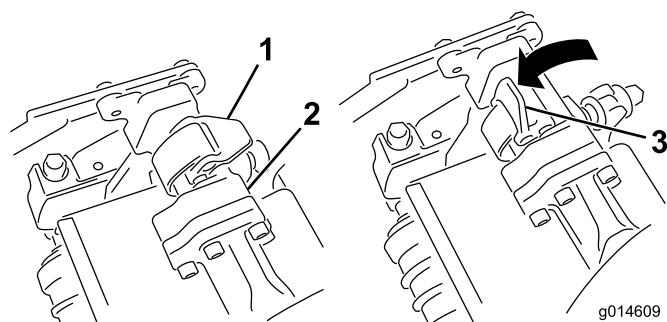
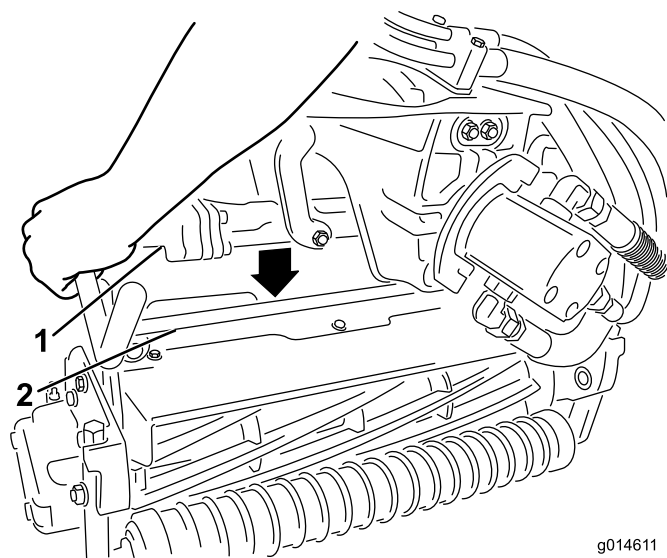

Bild 32
Bild 33
3. Die Riegel an der Aufhängearmstange müssen nach oben zeigen (d. h. offen) (Bild 32); drücken Sie den Aufhängearm dann so nach unten, dass die Stange über die Stange an der Oberseite des Mähwerks passt (Bild 33).
4. Drücken Sie die Riegel nach unten und um die Mähwerkstange und arretieren sie (Bild 32).
4. Öffnen Sie die Riegel an der Aufhängearmstange des Mähwerks, das Sie entfernen möchten (Bild 32).